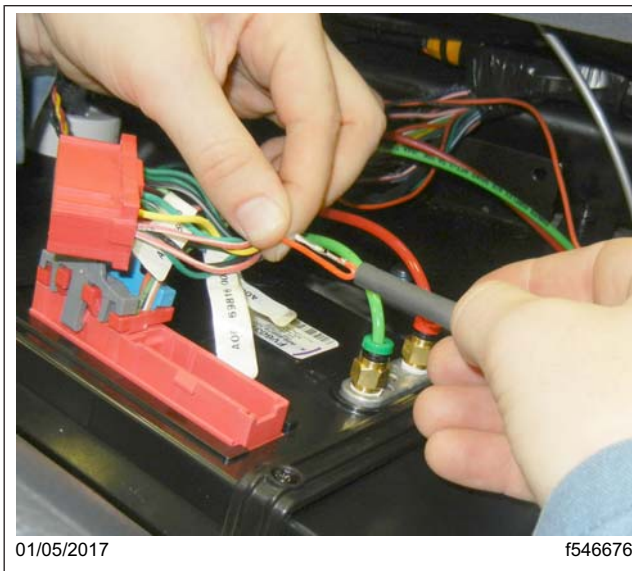

Fig. 16, Gaine thermorétractable du connecteur 2A de l'ICU
22. Repliez le fil retiré en deux vers l'arrière, puis recouvrez la borne avec de la gaine thermorétractable. Reportez-vous à la figure 16.